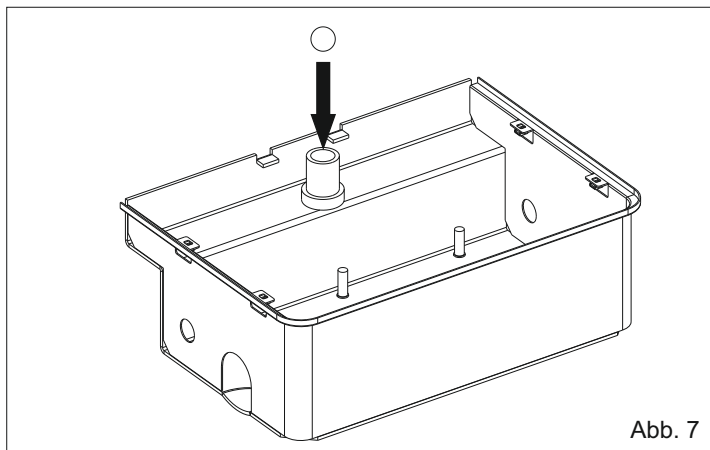
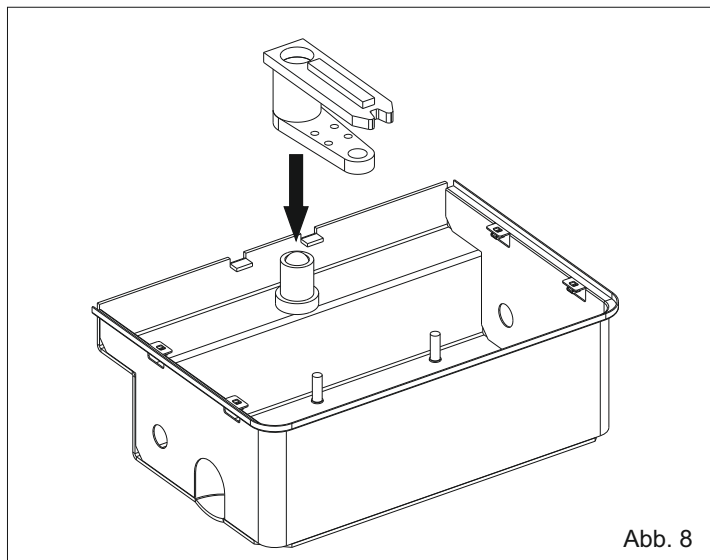
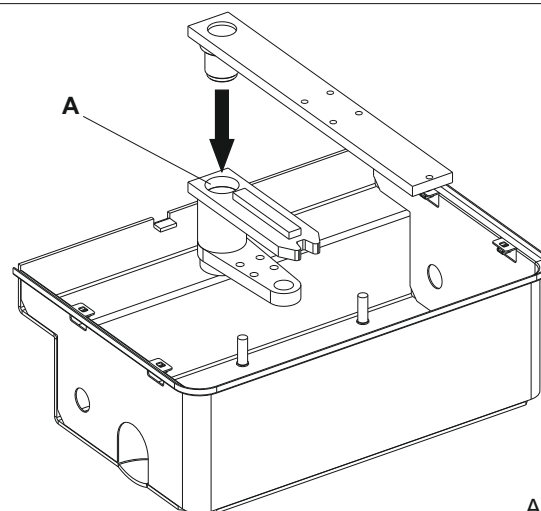

Abb. 7
Abb. 8
Abb. 9
2.4. Die Kugel in die Hohlwelle einsetzen (Abb. 7)
2.5. Den Kurbelsatz auf der Hohlwelle anbringen (Abb. 8)
2.6. Bohrung A ausreichend schmieren und den Flügelsatz (Abb. 9) einsetzen
N.B.: Während der Montage alle Teile mit dem mitgeliefertem wasserabweisenden Fett einschmieren (Abb.7, Abb.8, Abb.9).